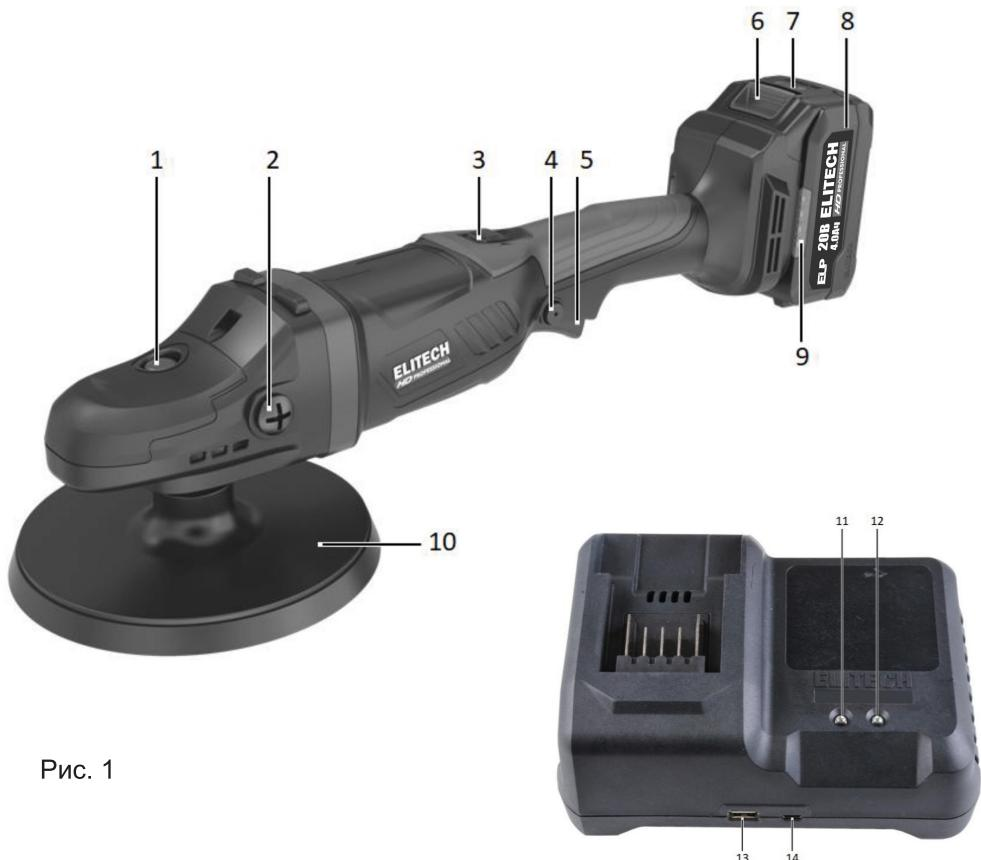

Рис. 1
Уровень заряда аккумулятора можно проверить кнопкой 7 (рис. 1, 2). Результат отображается индикатором «9», имеющим 4 светодиода. Количество светящихся светодиодов информирует о уровне заряда:
Подключите зарядное устройство к электросети. Левый индикатор 11 (рис. 1, 2) на зарядном устройстве должен светиться зеленым цветом.
Дополнительная ручка крепится на корпус редуктора в резьбовое отверстие 2 (рис. 1, 2), которое есть с левой и правой стороны редуктора.
Нажмите на кнопку фиксатора шпинделя 1 (рис. 1) для предотвращения вращения шпинделя при установке или снятии опорной подошвы. Накрутите опорную подошву по часовой стрелке на вал шпинделя.
**Внимание!** Перед включением инструмента всегда проверяйте правильность работы выключателя 5 (рис. 1, 2): после отпускания он должен легко возвращаться в положение «Выключено».
Скорость вращения опорной подошвы можно изменить вращением регулятора скорости 3 (рис. 1, 2) от 1 до 6 положения. Максимальная скорость достигается при установке регулятора оборотов в положение 6, минимальная – в положение 1.